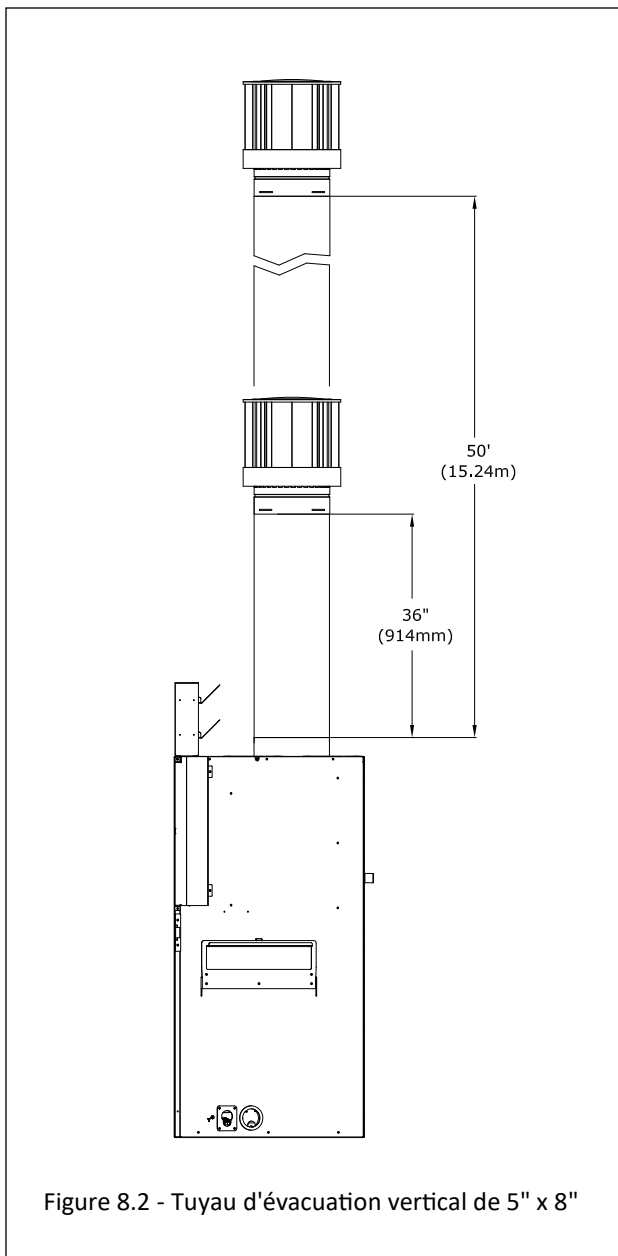

Figure 8.2 - Tuyau d'évacuation vertical de 5" x 8"
- La plaque de restriction est expédiée avec toutes les bagues intérieures intactes et, une fois installée, fournit la plus grande restriction de ventilation. Il y a (2) bagues intérieures qui peuvent être retirées. Lorsque vous assomez et retirez une bague intérieure, vous avez moins de restriction d'évent lorsque vous retirez les deux bagues intérieures, vous aurez la moins de restriction d'évent.
- Suivez la FIGURE 8.2 pour l'installation de la plaque de restriction avant de fixer la ventilation ou à travers le déflecteur si la ventilation est déjà fixée. Pour les recommandations et les réglages de la plaque de restriction de ventilation, voir la section 12.2.3, RESTRICTION DE VENTILATION.